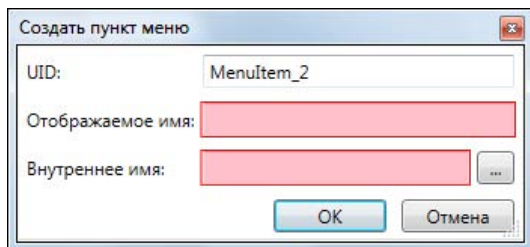

Рис. 12.12. Окно Создать пункт меню
- ◆ В окне **Создать пункт меню** (рис. 12.12) заполнить поля **UID** и **Отображаемое имя**.